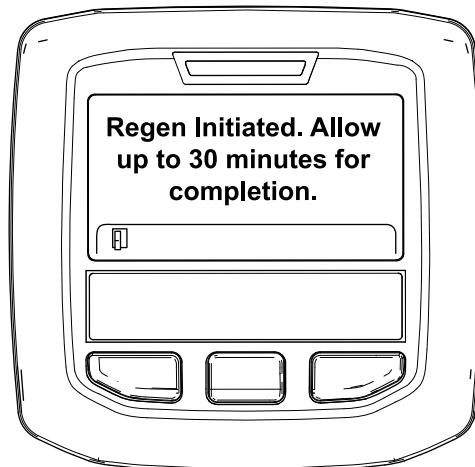

Figura 33
- Si la regeneración se permite, aparece el mensaje "Regen Initiated. Allow up to 30 minutes for completion" (Regeneración iniciada, espere 30 minutos hasta que finalice) en el InfoCenter y debe esperar a que la máquina finalice el proceso de regeneración con la máquina aparcada (Figura 33).